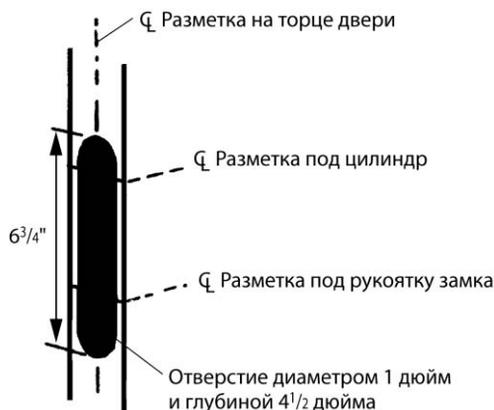

Рис. 6.25. Выемка в торце двери (С разрешения компании Schlage Lock Company)
- Разметить точки сверления на торце двери. Просверлить два отверстия диаметром 1 дюйм (25,4 мм) и глубиной 4 1/2 дюйма (114 мм) и выдолбить выемку по вертикали длиной 6 3/4 дюйма (171,5 мм) (рис. 6.25).